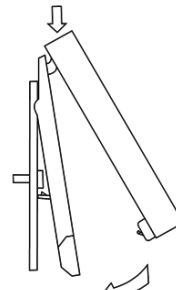

Fig. 30
- Una vez realizada la conexión, coloque el display sobre la parte trasera (Fig. 30).